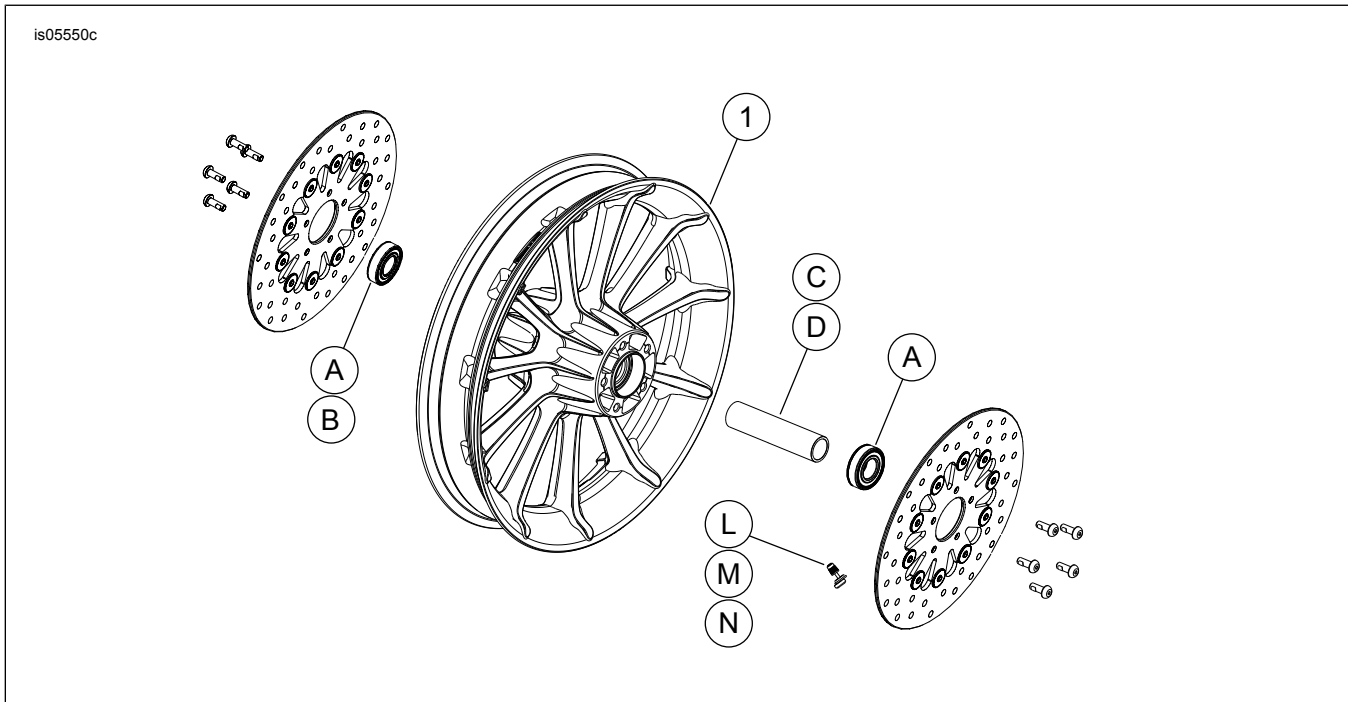

Abbildung 1. Ersatzteile: „Roulette“-Radsätze
2. Siehe Abbildung 1. Die Ventilschaft-Baugruppe (M) am Rad anbringen. Siehe REIFEN im Werkstatthandbuch.